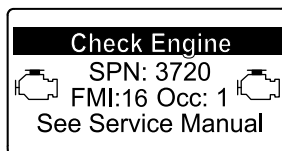

Figura 43
- Avvertenza motore SPN 3720, FMI 16 (Figura 43)